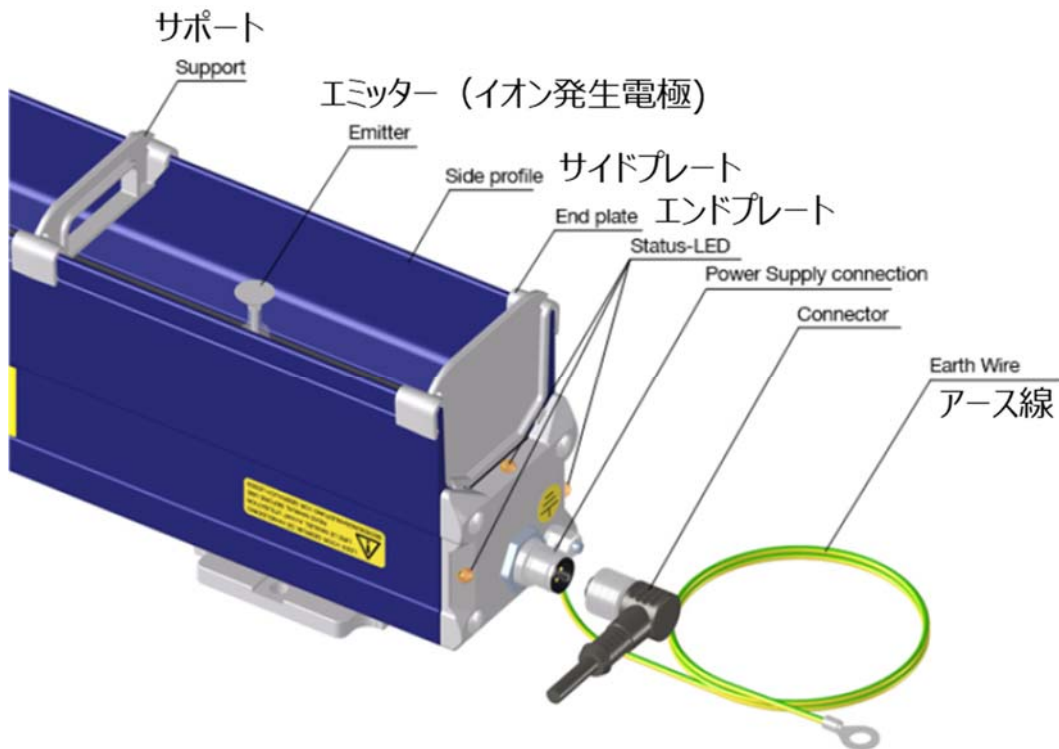

Figure 1: ThunderION
- 機器が確実に接地されていることを確認してください。5.6.1 及び 2 章の電氣的接続と **Page 3 Figure 1 のアース線接続**を確実に実施してください。**アースは、安全かつ適切な動作に必須です。**